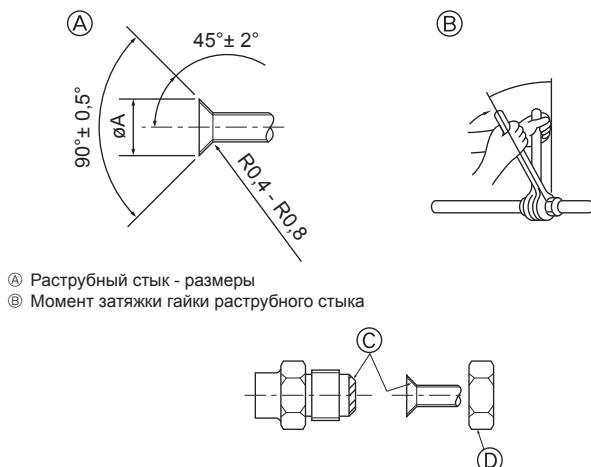

Fig. 4-2
4.2 Соединение труб (Fig. 4-2)
⑧ (Fig. 4-2)